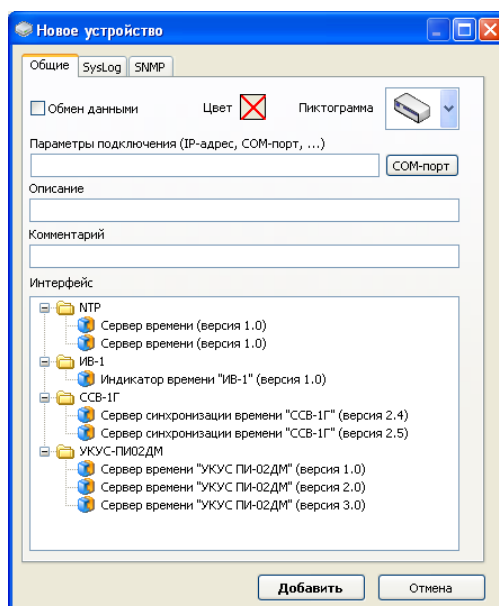
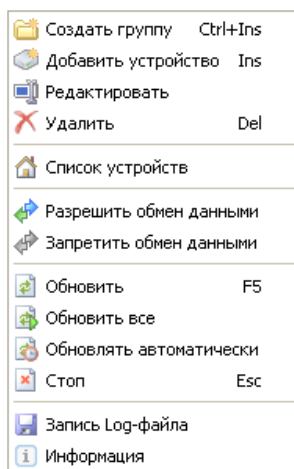

Рис. 1.4.
Рис. 1.6.
В открывшееся окно (Рис. 1.4) в поле «Параметры подключения» ввести IP адрес устройства или COM порт (если подключение к устройству осуществляется через USB), в списке используемых интерфейсов выбрать «**Сервер времени «УКУС ПИ-02ДМ» (версия X.0)**», установить флажок «**Обмен данными**», при необходимости ввести описание, комментарий и нажать кнопку «**Добавить**», в списке устройств появится новое устройство.
X.0)» (Рис. 1.5.). В скобках указана версия ПО устройства, которую необходимо выбрать из списка интерфейсов (Рис. 1.4)
Когда устройств много, то для удобства их идентификации они могут быть сгруппированы, например: по типу устройств, по территориальному признаку и т.п. Создать группу можно с помощью пиктограммы «**Создать группу**» или через пункт меню «**Список устройств**». Управление группами также осуществляется из контекстного меню, вызываемого при наведении указателя мыши на редактируемую область списка и нажатии на правую кнопку мыши (Рис. 1.6.).
Для изменения параметров подключения, а так же других параметров необходимо выбрать пункт **«Редактировать»** контекстного меню (Рис. 1.6.), после чего откроется окно для редактирования выбранного устройства (Рис. 1.4).